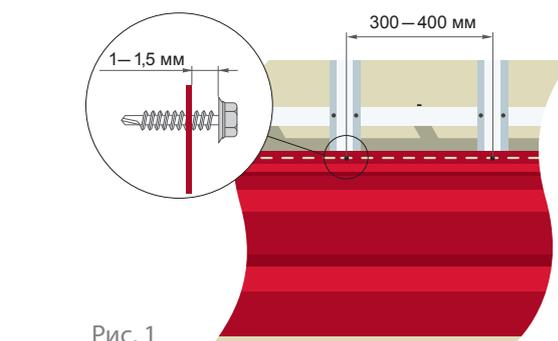

Рис. 1
- ▷ между саморезом и профилированным изделием необходимо оставлять расстояние 1-1,5 мм (рис. 1), чтобы предусмотреть эффект сжатия-расширения при температурных перепадах;
- ▷ при закреплении сайдинга саморезы заворачиваются точно по центру специальных отверстий (перфорации) в панелях сайдинга через каждые 300-400 мм (рис. 1), что позволяет панелям свободно двигаться по горизонтали.;